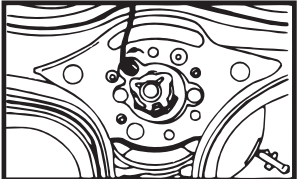

FIGURE 2 • FIGURA 2
- 2) Déconnectez le fil du klaxon en appuyant vers le bas et en faisant légèrement tourner le connecteur en plastique dans le sens anti-horaire (reportez-vous à la figure 2)